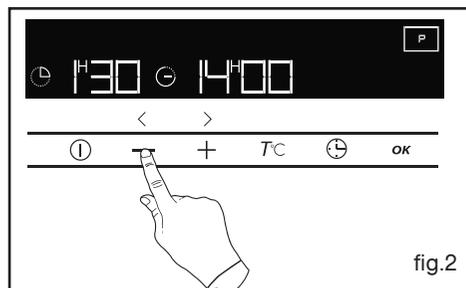

fig.2
Appuyez sur la touche + ou - pour obtenir la durée souhaitée (fig.2).
- Validez en appuyant sur **OK** (fig 2).
Faire lever dans les emplacements **A** avec la pièce métallique, d'un côté puis de l'autre afin de décliper la glace (fig.2).